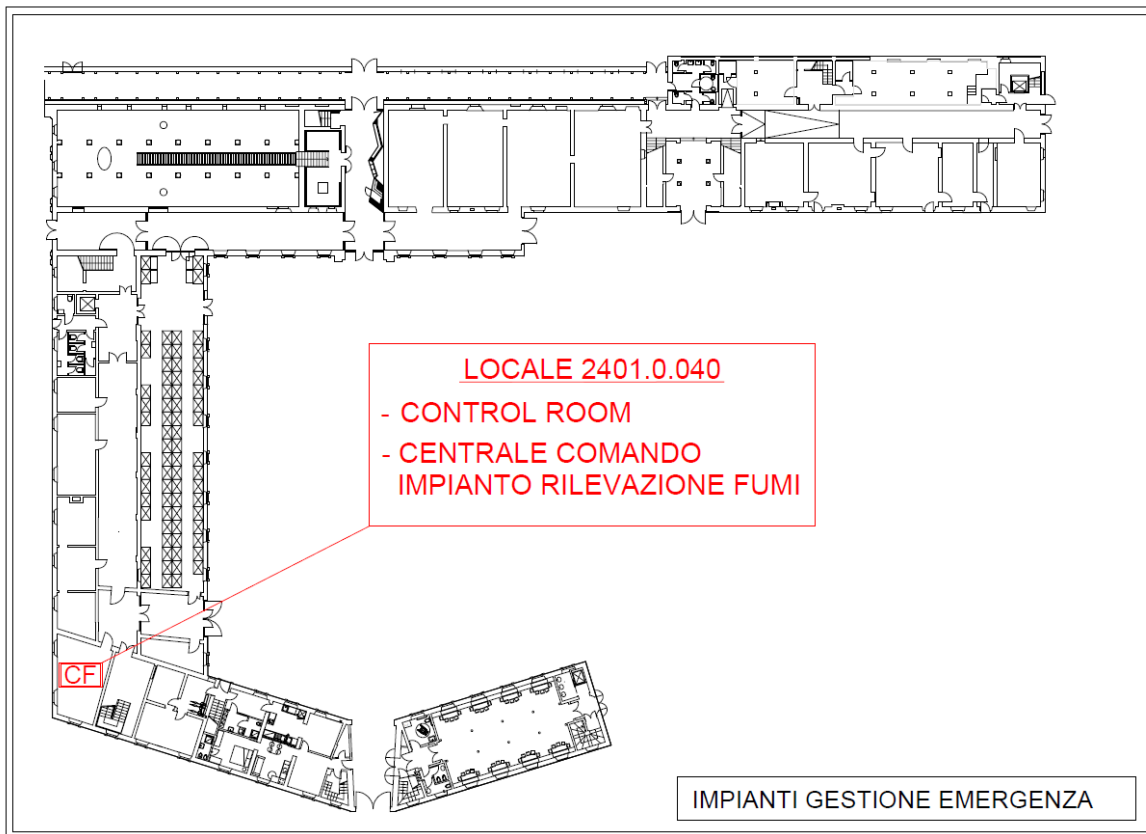

Figura 1. Impianto generale di rivelazione e allarme incendio – Ubicazione della centrale di comando.
Presso il locale 24.01.0.040 è presente la Control Room (vedi p.to 3.3 - Figura 1) individuata come centro operativo dell'intero Plesso. All'interno del centro operativo presta servizio il personale dell'Istituto di Vigilanza presente 24/24 e formato per la lotta antincendio. Nel centro operativo, oltre ai sistemi di supervisione degli impianti per la gestione delle emergenze, è presente la cassetta con le chiavi per accedere a tutti i locali dell'Abbazia Valsereana.
L'impianto IRAI generale è costituito da una centrale di comando ubicata nel centro operativo al piano terra (locale 2401.0.040, vedi p.to 3.1 - Figura 1), da rilevatori di fumo (nei locali ove previsti dalla norma), da pulsanti manuali e da targhe ottico-acustiche. L'impianto di rilevazione è collegato 24/24 con l'Istituto di Vigilanza.
- I coordinatori per l'emergenza e tutti gli addetti alla lotta antincendio e gli addetti al primo soccorso che non si trovano nelle immediate adiacenze del locale in allarme, si recano presso il centro operativo (vedi p.to 3.1 – Figura 1) per individuare la zona in allarme.